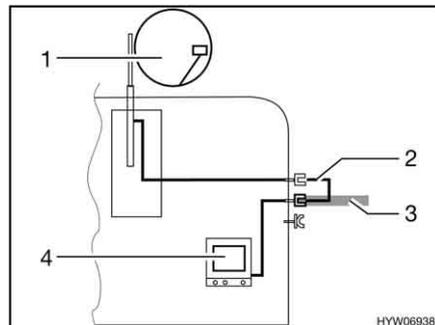

Fig. 179 TV dans le véhicule
- TV dans le véhicule (Fig. 179,4) : Raccord à l'antenne sur le toit (Fig. 179,1) avec câble d'alimentation (Fig. 179,2)
- TV dans le véhicule (Fig. 179,4) : Raccord à l'antenne extérieure (Fig. 179,3)